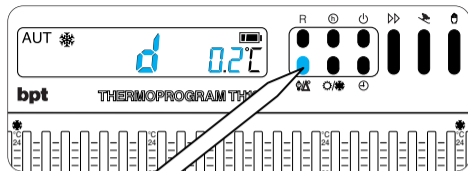

Fig. 13
**4.1** - Premere due volte il pulsante  $\text{R}$  (fig. 13). Sul display compare la scritta  $d\ 0.2^{\circ}\text{C}$  che rimane visualizzata per circa 10 s.